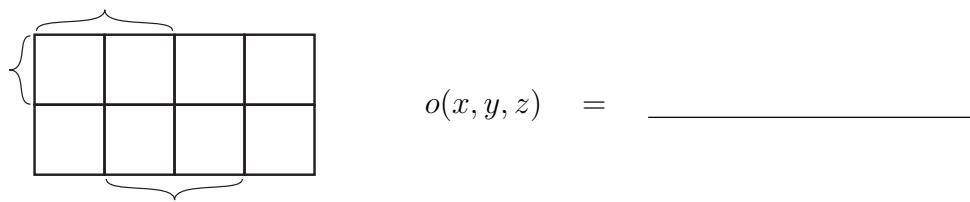

Abbildung 11: KV-Diagramm und Funktion eines Hazard-behafteten Schaltnetzes
1. Stellen Sie ein KV-Diagramm in Abbildung 11 für die Boolesche Funktion aus Tabelle 12a auf und geben Sie die minimierte Funktion an.